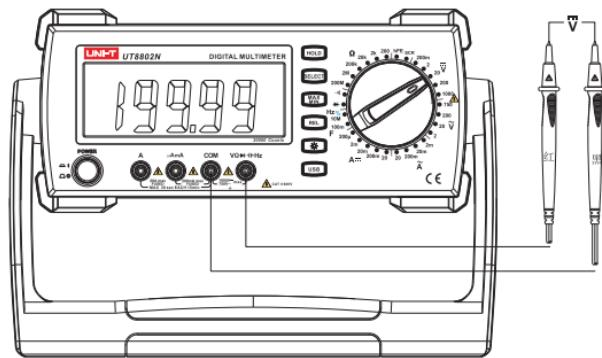

图 1. 直流电压测量
- 2) 将仪表的旋转开关转到200mV/2V/20V/200V/1000V档位，如图 1,将表笔并联待测电源或负载上.